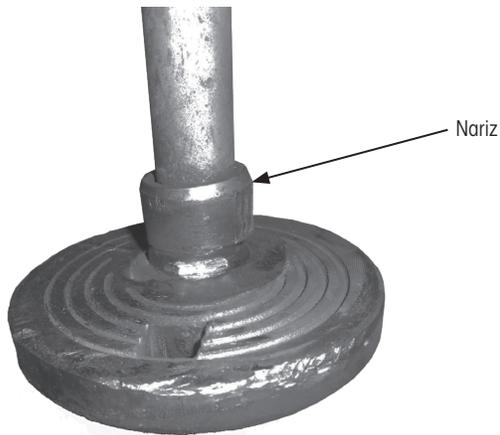

Figura 39: Daño a la nariz de la rondana del tornillo pivote flojo
- Desgaste de la nariz de la rondana, que se extiende a través del agujero de alineación (Figura 39 en página 28).